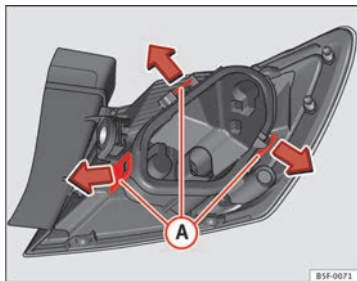

Abb. 145 Befestigungslaschen Rückseite Heckleuchte
- Bauen Sie den Lampenträger ⇒ Abb. 145 aus, indem Sie die Befestigungslaschen (A) entriegeln.